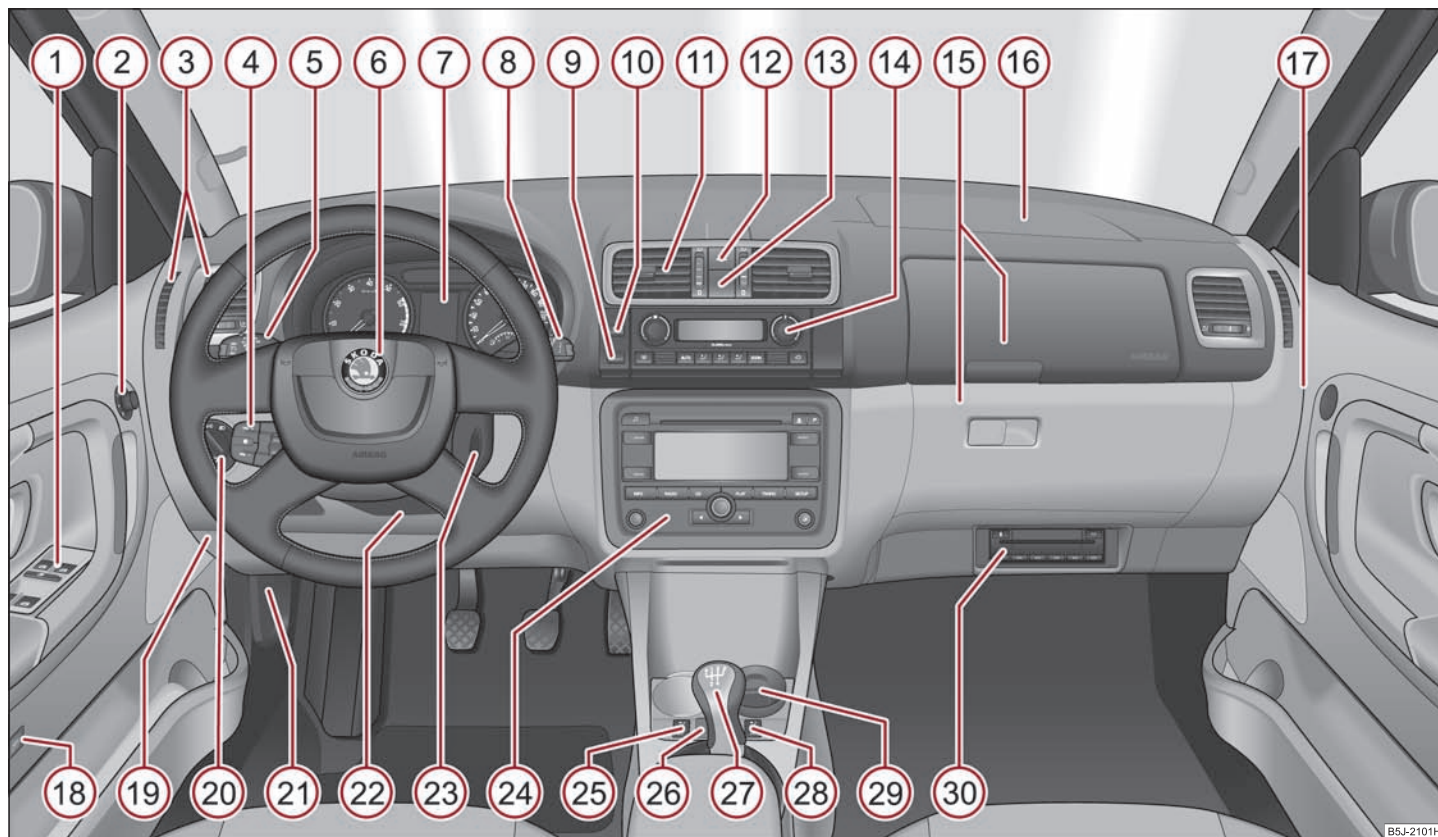

Fig. 1 Unele echipamente prezentate în imagine aparțin numai anumitor modele de autovehicule sau sunt echipamente suplimentare.
- La autovehiculele cu volanul pe dreapta ordinea aranjării elementelor de comandă diferă parțial față de ordinea prezentată în ⇒ pagina 10, fig. 1. Simbolurile sunt totuși aceleași. ■